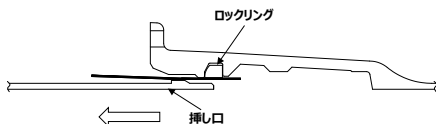

図59 管の引き抜き
- (4) クレーンなどで管の心出しを行い、管を引き抜く（図59参照）